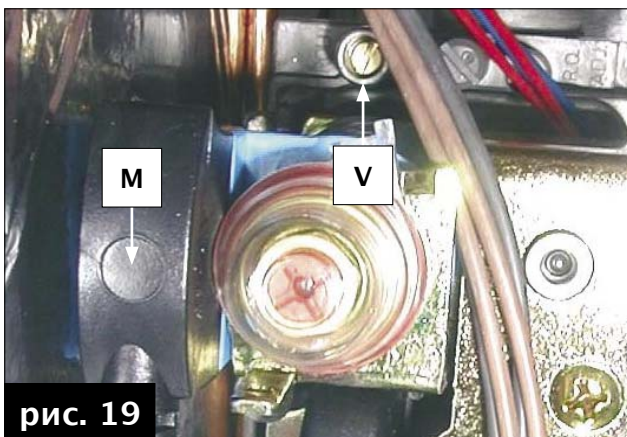

рис. 19
- подсоединить микроманометр к штуцеру IN (рис. 19) для проверки давления на входе газового клапана или к штуцеру OUT (точка V на рис. 19) для проверки и регулирования давления на горелке;
- снять разъем с бобины регулятора М (Рис. 19);